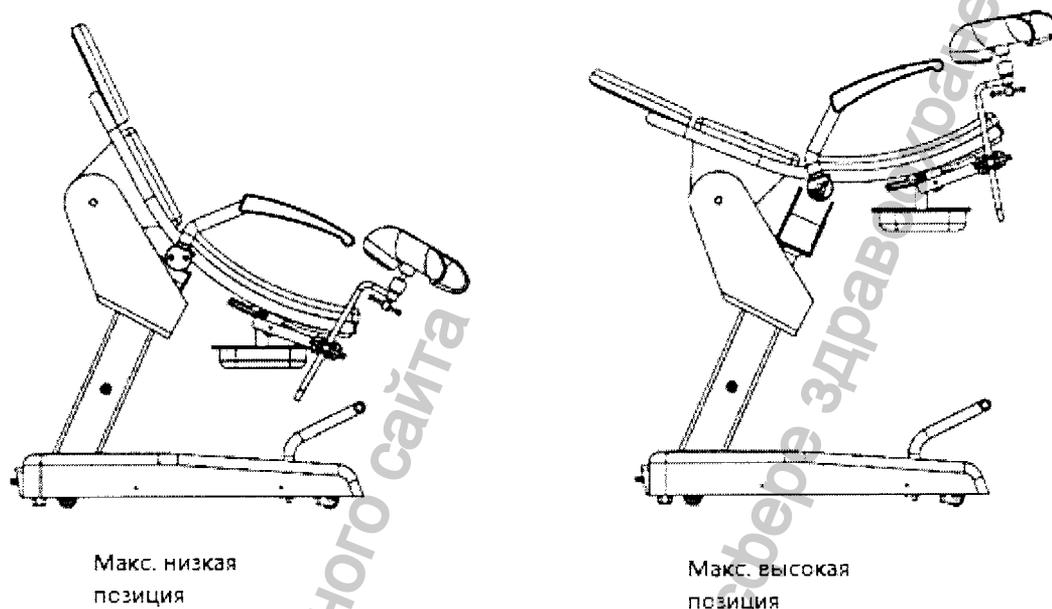

Рис. 4.
6.3 Подъем и опускание кресла (Рис.4).